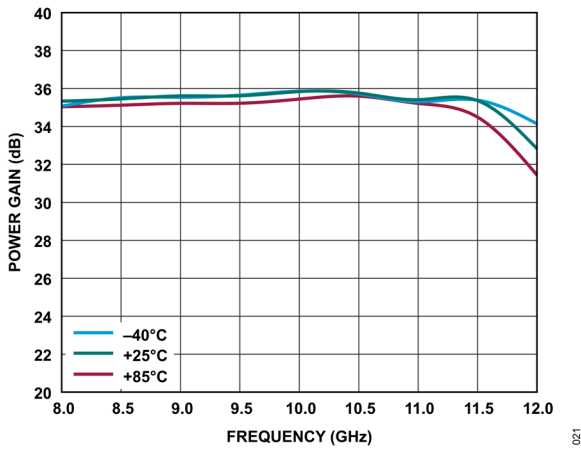
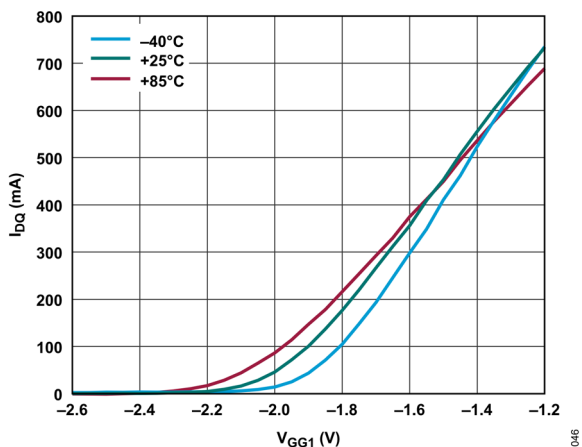

図 21. 様々な温度でのパワー・ゲイン ( $P_{IN} = 1\text{dBm}$ ) の周波数特性
図 46. 様々な温度での  $I_{DQ}$  と  $V_{GG1}$  の関係
-40°C ではデバイスがトランジスタのピンチオフ電圧近くまでバイアスされるので、小信号ゲインが大幅に低下します。また、図 46 に示すように、低温時にはピンチオフ電圧が正方向へ移動します。結果として、トランジスタをオンにして電流を流すには、より正寄りのゲート電圧が必要になります。小信号レベル時や低温時のゲインは室温時の値よりはるかに小さくなりますが、大信号レベル時には予想通りの性能が得られます。図 21 を参照してください。